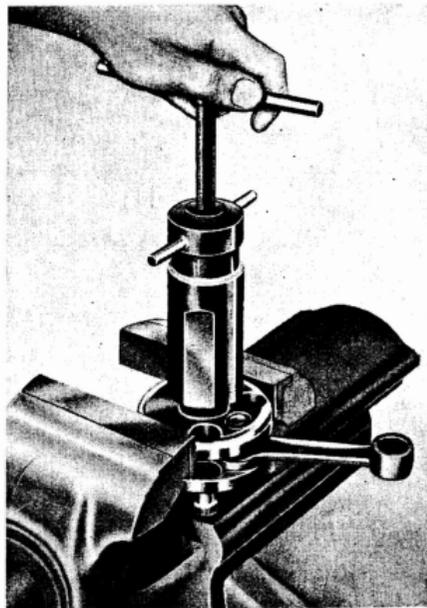

Fig. 23
- 37 Desmontar la pista interior del cojinete de rodillos del cigüeñal: usar la herramienta a propósito n.º A2L.1064. Véase la fig. 23. Esta operación puede ser realizada también con el cigüeñal montado, después de haber desmontado el soporte del volante (después de la operación 32). Téngase presente que las dos partes que componen el cojinete de ro-